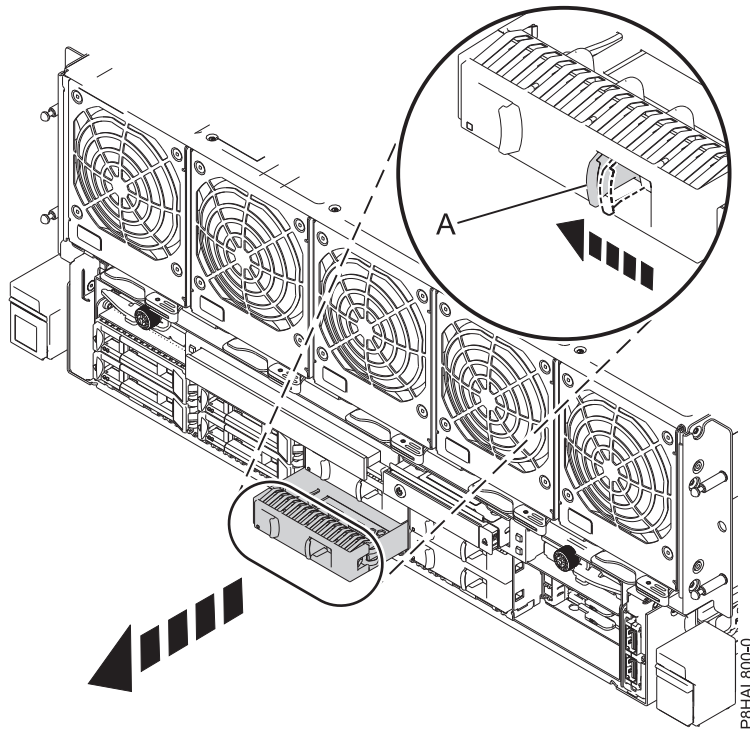

図 7. 8408-44E または 8408-E8E システムからのディスク・ドライブ・フィラーの取り外し
- a. フィラーのハンドルのロック **(A)** を、15 ページの図 7 に示されている方向に押します。